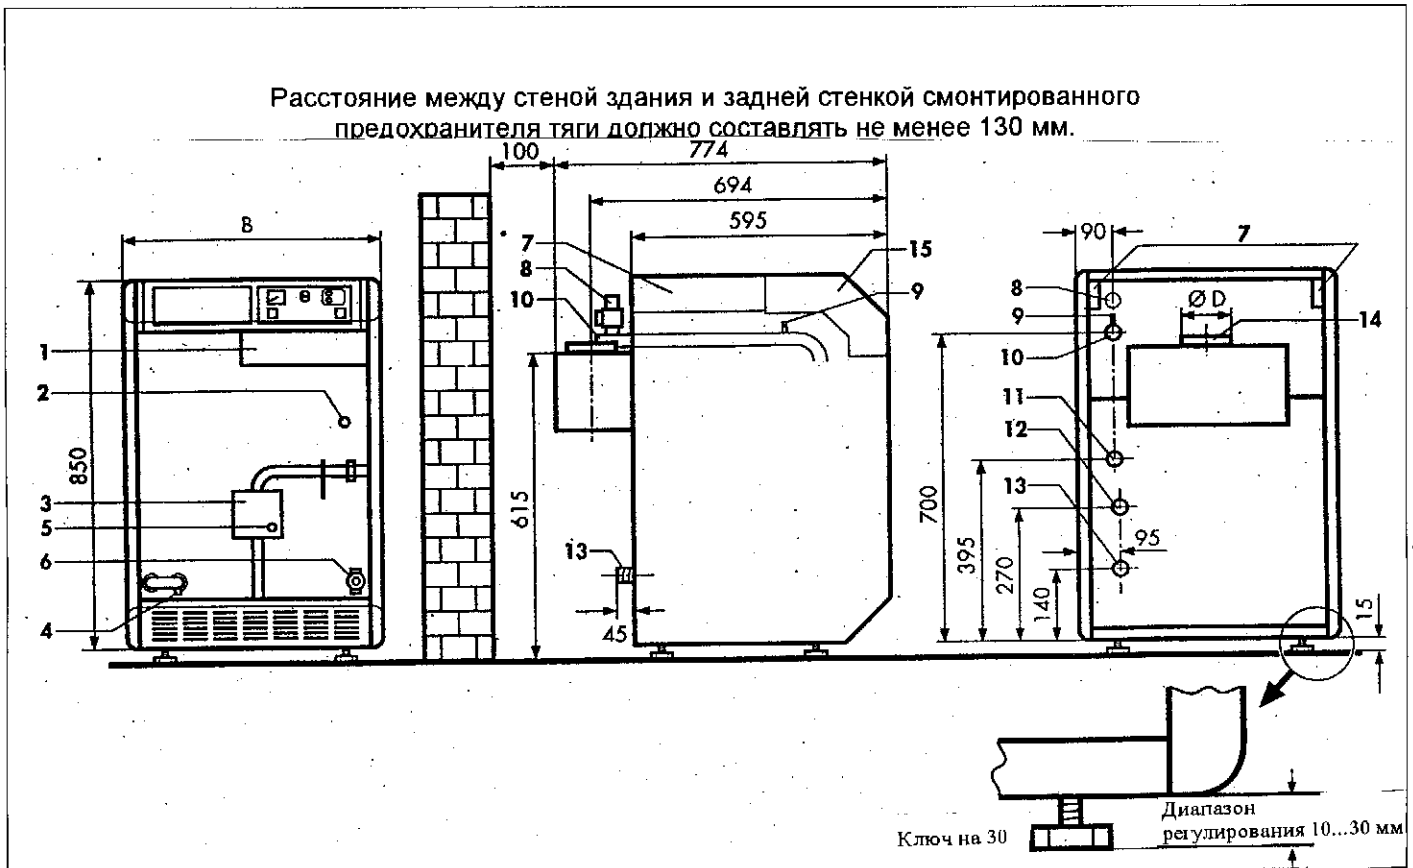

Рис.4.1 Размеры
### Пояснения к рис.4.1
- Чувствительный элемент датчика тяги извлечь из транспортного положения в клеммном шкафу (15), см. поз.15, рис.4.1, стр.8.
Положение патрубка для подсоединения газоходов показано на **рис.4.1**, стр.8.
Положение и диаметр газопровода Вы можете найти на рис. 4.1, стр.8.